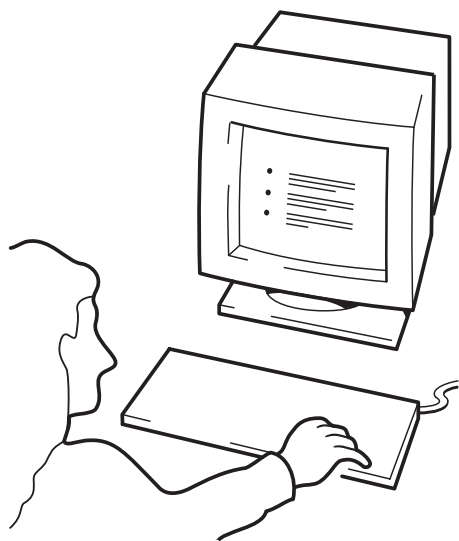

図 10c: HP OBDR、ステップ 3
- 3 画面の指示に従ってオペレーティング・システムのセットアップを行います (図 10c を参照)。通常は、すべてのメッセージに対し、[Enter] を押してデフォルトの応答を受け入れることができます。